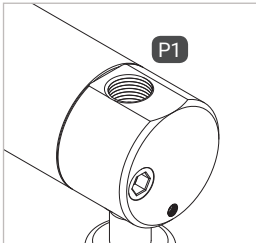
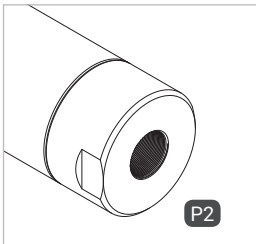

Abbildung 2
Abbildung 3
- ▶ Verschrauben Sie den Steuerdruckanschluss „P1“ (Abbildung 2) bzw. „P2“ (Abbildung 3) druckdicht mit dem Anschluss der Steuerdruckleitung. Anzugsdrehmoment siehe untenstehende Tabelle.